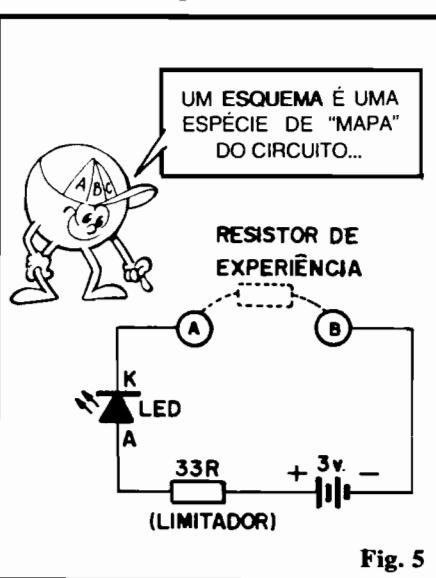
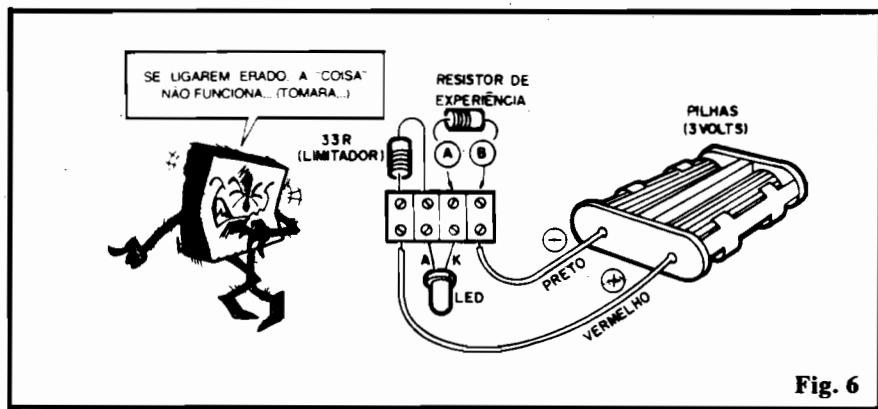

Fig. 5
Fig. 6
- FIG. 5 - Mostra o esquema básico do circuito para as experiências (em essência, é o **mesmo** utilizado para comprovação da Lei de Ohm). Conforme já foi dito, um "esquema" nada mais é do que a "representação" simbólica, em diagrama estilizado, dos componentes reais, e das suas ligações (ou seja: um "mapa" do circuito...). Vocês já **sabem** os símbolos esquemáticos utilizados para representação do LED, do resistor e das pilhas... Observem cuidadosamente o diagrama, identificando cada peça e a ordem e posição em que são interligados...
- FIG. 6 - "Chapeado" da experiência. Compare-a com o esquema (fig. 5) para fazer um "treinamento" de interpretação. Observar com muita atenção, durante a ligação dos componentes, a **polaridade** da alimentação (pilhas), sempre com o fio **vermelho** do suporte referindo-se ao **positivo** e o fio **preto** ao **negativo**. Atenção também à correta identificação dos terminais do LED ("K" é o mais curto, e que sai da peça ao lado de um pequeno chanfro; "A" e o mais longo...). Notar que o resistor de 33R (laranja-laranja-preto) é "fixo", funcionando como "limitador final" para a corrente entregue ao LED. Já o "resistor de experiência" pode ter seu valor variado, **sempre** ligando-o aos segmentos (A) e (B) da barra "Sindal".
Quem não "desmontou" o núcleo da experiência mostrada na fig. 6 pode, facilmente, comprovar a ação do potênciometro: basta pegar um componente com o valor nominal de 10K, ligar seus terminais 2 e 3 aos segmentos (A) e (B) da barra "Sindal" (fig. 6), girar o eixo do potênciometro **totalmente** para a direita (lentamente), ou levar o cursor do potênciometro deslizante, todo para uma extremidade e todo para a outra (lentamente), observando a variação no brilho do LED (que, como sabemos, indica proporcionalmente a CORRENTE no circuito, que é proporcional à RESISTÊNCIA oferecida pelo componente...).